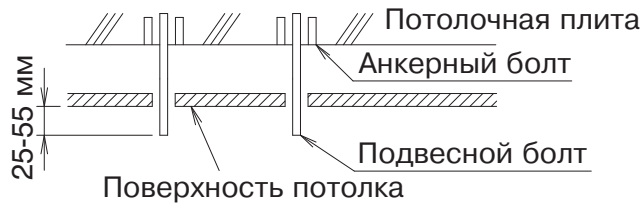

Рис. 9
- Заранее отрегулируйте длину подвесного болта. (См. рис. 9)
- Детали, показанные на рис. 9, приобретаются на месте.